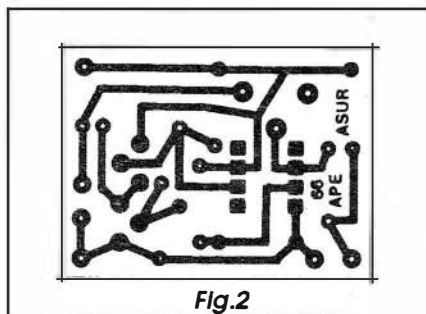

Fig.2
- **FIG. 2 - LAY OUT DO CIRCUITO IMPRESSO ESPECÍFICO** - Embora pudesse ficar ainda menor, se os resistores e diodo fossem posicionados *em pé*, a opção dos nossos desenhistas foi (como sempre é...) de não *apertar* em demasia o *lay out*, para não prejudicar aos hobbystas e montadores iniciantes, e também para que a visualização das instruções pudesse ficar tão clara quanto possível... Ainda assim, considerando-se também o inevitável tamanho da bateria do circuito, o impresso foi mantido pequeno, contribuindo para a compactação geral do **ASUR**... A figura mostra o padrão cobreado de ilhas e pistas, em negro, sobre o fundo branco correspondente às áreas onde o cobre deverá ser removido durante a corrosão... Como sempre, recomenda-se uma boa conferência ao final da confecção, pautando-se pelos conselhos dados nas **INSTRUÇÕES GERAIS PARA AS MONTAGENS**, onde o novato encontra fundamentais dicas e informações a respeito do bom uso dessa técnica de montagem... O diagrama está em escala 1:1, e assim a cópia, por carbono (para gabarito prévio da traçagem...) poderá ser feita de modo direto, facilitando as coisas...